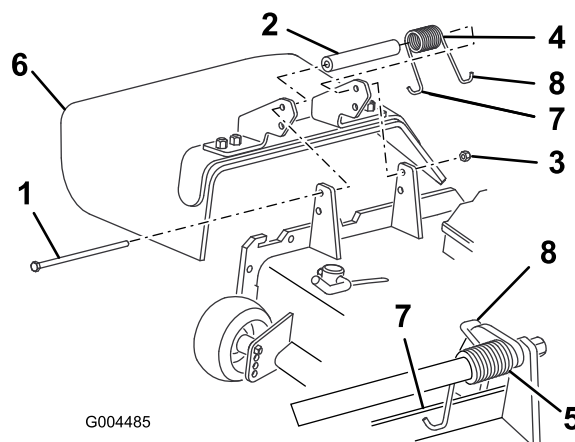

Figura 76
2. Retire la contratuerca, el perno, el muelle y el espaciador que sujetan el deflector a los soportes de pivote (Figura 76).
3. Coloque el espaciador y el muelle entre los soportes del deflector de hierba nuevo (Figura 76).
Nota: Asegúrese de colocar el gancho en J del extremo izquierdo del muelle detrás del reborde de la carcasa antes de instalar el perno, según se muestra en Figura 76.
Nota: Coloque el gancho en J del extremo derecho del muelle alrededor del deflector de hierba (Figura 76).